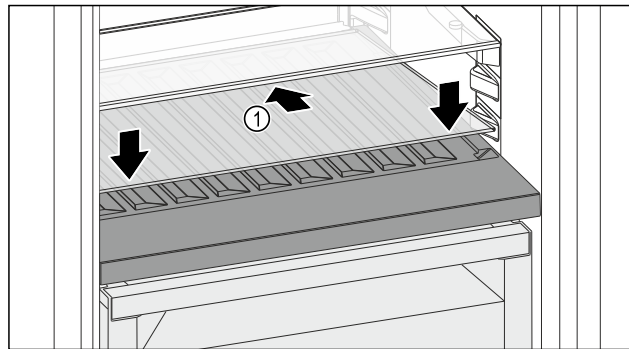

Fig. 146
- ▶ Вставьте стеклянную пластину Fig. 146 (1) наискосок и с уклоном назад вниз.
- ▶ Опустите стеклянную пластину Fig. 146 (1) спереди.